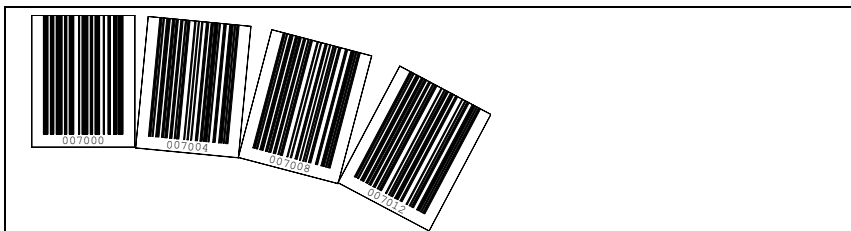

Fig. 6.4: Entaille dans la bande à codes à barres destinée à une courbe
*En cas d'utilisation de la BCB dans une courbe, il est nécessaire d'entailler partiellement la bande et de la coller en éventail le long de la courbe. Veillez également à coller la BCB sans l'étirer (voir la figure 6.4).*